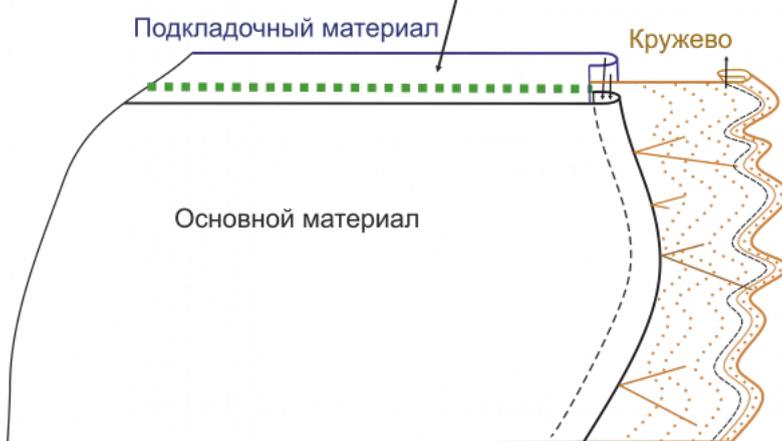

Рис. 1
2. Выберите вариант обработки (Рис. 1)